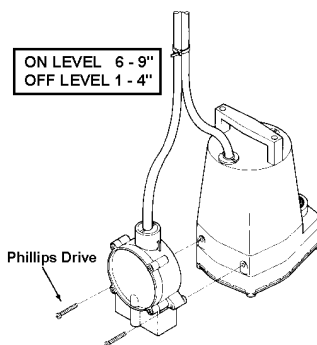

Figure 1
1. For installation on the Little Giant® 5-MSP pump, refer to Figure 1. Attach the RS-5 directly to the 5-MSP housing using the two Phillips drive screws provided, as shown in Figure 1. Use the cable ties provided to secure the power cords together. To ensure proper operation of pump and switch, place pump on a solid surface in water at least 1" deep.
1. Pour installer l'appareil sur une pompe 5-MSP Little Giant®, se référer à la figure 1. Fixer directement le RS-5 à l'enveloppe de la 5-MSP à l'aide de deux fausses vis Phillips tel qu'illustré à la figure 1. Rassembler les cordons d'alimentation à l'aide des attaches de cordons fournies. Pour que la pompe et l'interrupteur fonctionnent correctement, placer la pompe sur une surface solide, dans l'eau, à une profondeur d'au moins 2,5 cm (1 po).